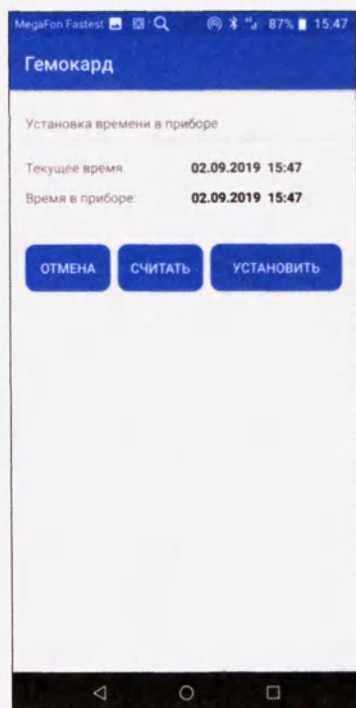

Рис.7. Ошибка даты и времени
- Если в приборе дата и время отличны от реального — приложение укажет на это посредством выделения даты и времени цветом и выводом ошибки на экран (рис.7);